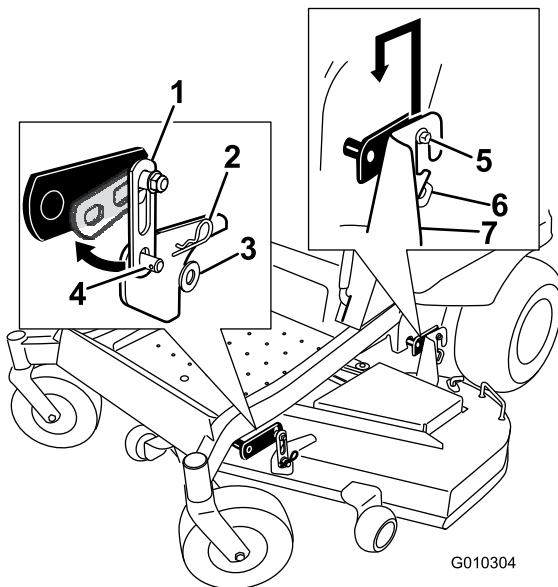

Figure 71
2. Enlevez les fixations des patte de fixation avant de chaque côté du tablier de coupe (Figure 71).
3. Soulevez le tablier de coupe avec précaution pour le dégager des boulons des pattes de fixation arrière et abaissez l'avant du tablier au sol (Figure 71).
5. Soulevez l'arrière du tablier de coupe et guidez les supports sur les boulons des pattes de fixation arrière (Figure 71).
6. Montez le support avant du tablier de coupe sur les pattes de fixation avant et fixez-les avec une rondelle et une goupille fendue (Figure 71).